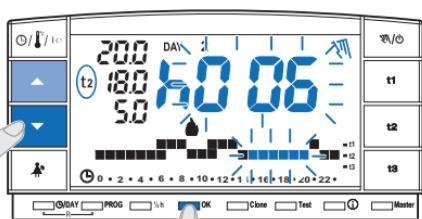

fig. 46
- Con las teclas configurar el valor deseado, luego presionar OK para confirmar (ejemplo fig. 46).